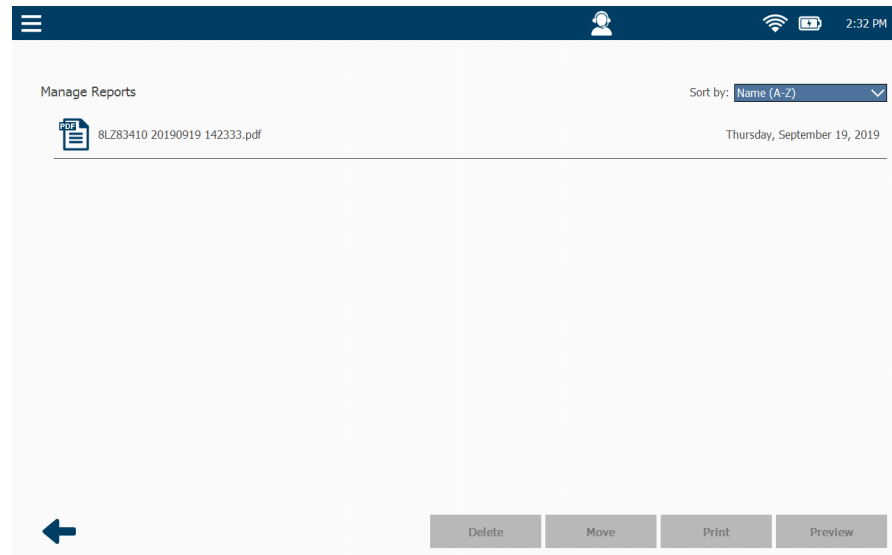

Figura 5.2 Pantalla Manage Reports
El informe que seleccionó se traslada de su PRO-LINK® Edge a su dispositivo de memoria USB y se retorna a la pantalla **Manage Reports** (Figura 5.2).
- Toque la **flecha atrás** en la parte inferior de la pantalla para regresar a la pantalla Manage Reports (Figura 5.2).